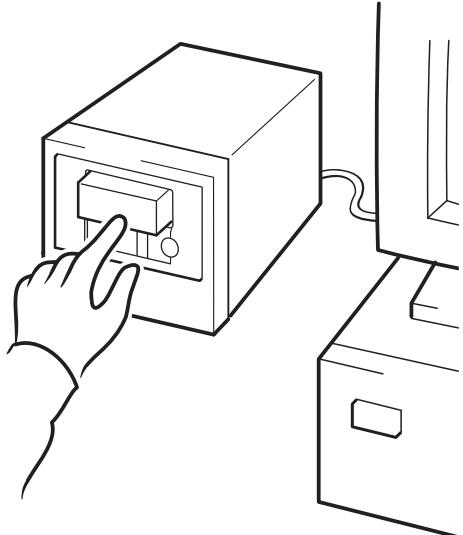

Figure 14a : hp obdr, étape 1
- 1** Insérez la cartouche amorçable la plus récente dans le logement 1 du panier et placez-la dans le chargeur automatique (voir figure 14a). La cartouche doit être enregistrée par une application de sauvegarde enregistrant les données sur bande au format CD-ROM.